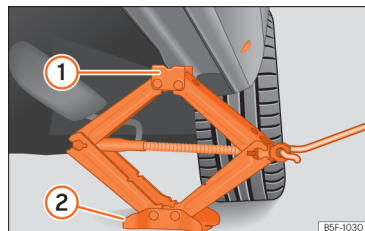

Рис. 256 Установлення домкрата під порогом кузова.
- Установіть домкрат. Повертайте рукоятку домкрата, доки його верхній упор **①** **»» рис. 256** не опиниться під лонжероном.
- Вирівняйте домкрат таким чином, щоб флаєнець **①** "увійшов" у відповідний проріз отвору, а нижній упор **②** спирався на ґрунт. Нижній упор домкрата **②** повинен бути на одній вертикальній лінії з верхнім упором **①**.